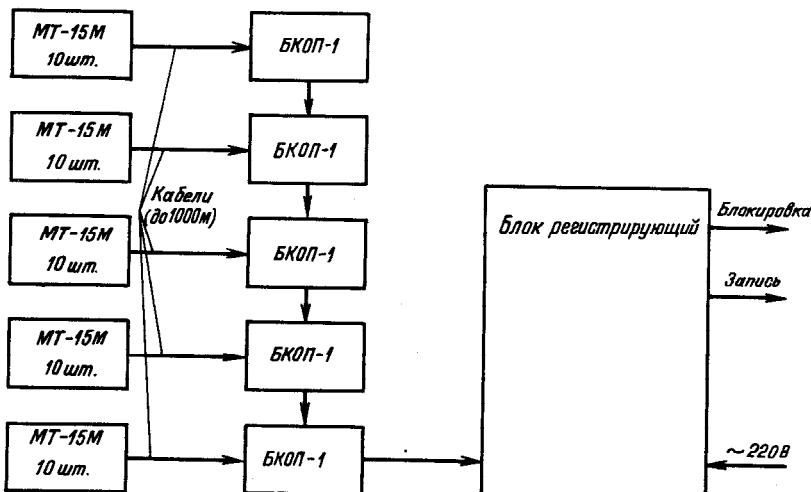

Рис.5.І
5.2. Схема электрическая структурная вакуумметра ВСБД-І в комплекте с блоками БКОП-І и с максимально возможным количеством подключенных преобразователей МТ-15М, приведена на рис.5.І.